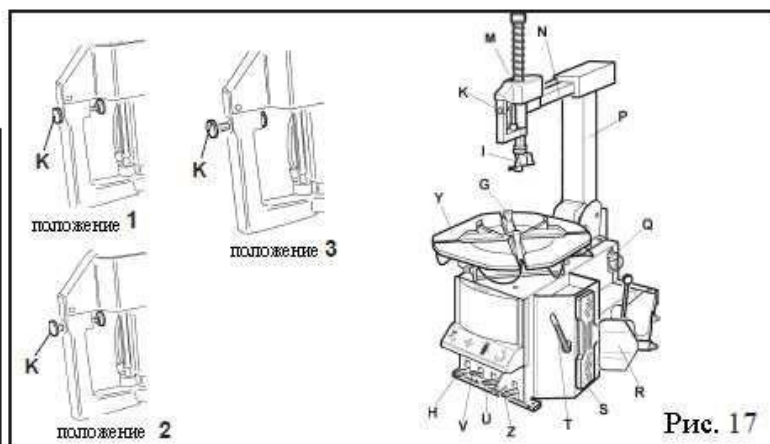

Рис. 17
- Удерживая монтировку в этом положении, проворачивайте поворотный стол (У) в направлении по часовой стрелке нажатием вниз на педаль (Z) до тех пор, пока шина не будет полностью отделена от обода (Рис. 17).